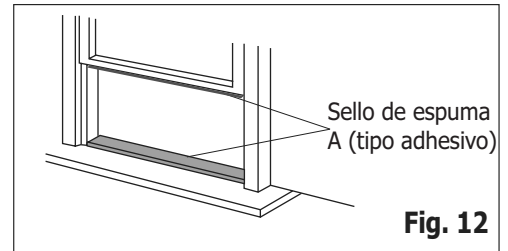

Fig. 12
1. Corte los sellos de espuma (tipo adhesivo) a las medidas apropiadas y adhiéralos a la ventana y al banco (Fig. 12)